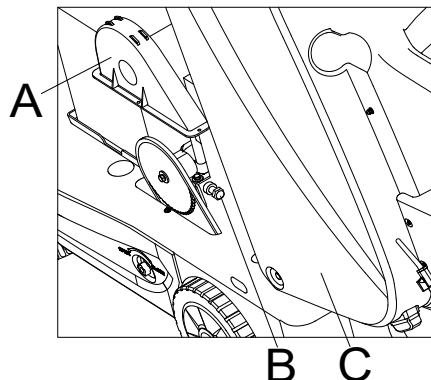

Figura 41
5. Cuando la rueda trasera esté floja, abra la tapa (C, Figura 41) y la tapa de la cadena de la rueda (A, Figura 41), ajuste el tornillo de ajuste de la cadena de la rueda (B, Figura 41) para asegurarse de que la cadena de la rueda esté bien apretada.